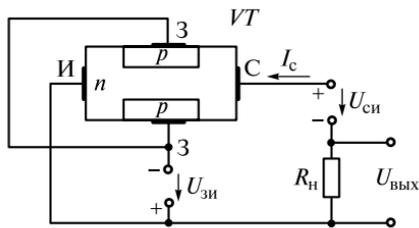

Рис. 1.10
1.23. В каком направлении включены p — n -переходы затвора полевого транзистора, показанного на рис. 1.10?